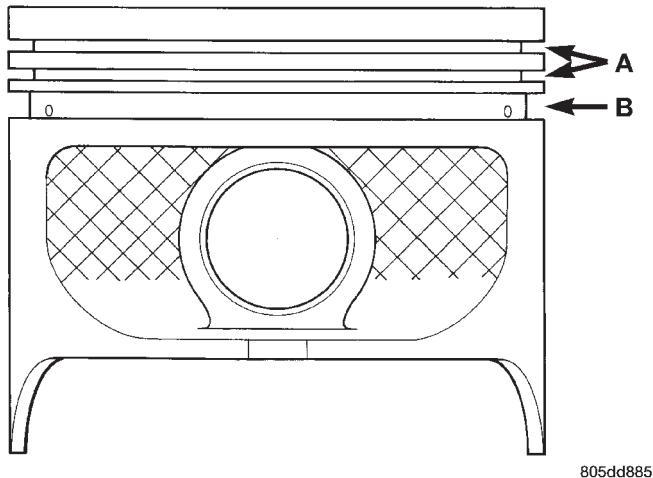
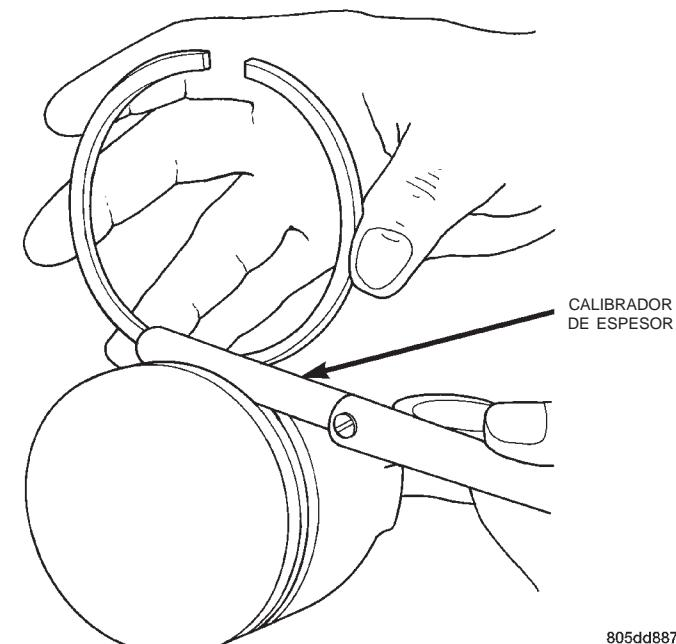

Fig. 5 Dimensiones de pistón
Fig. 6 Medición de luz lateral de aros
(1) Elimine con cuidado el carbón de las acanaladuras de los aros. Las aberturas de drenaje de aceite situada en la acanaladura del anillo de aceite y el cubo del pasador deben estar limpias. NO elimine metal de las acanaladuras o rebordes, ya que esto podría modificar la luz entre aro y acanaladura y averiar el asiento entre aro y reborde.
(2) Asegúrese de que las acanaladuras de los aros del pistón no tengan mellas ni rebabas.
(3) Mida la luz lateral del aro con un calibrador de espesor que ajuste sin holgura entre el reborde del aro y el aro (Fig. 5) (Fig. 6). Haga girar el aro en la acanaladura. El aro tiene que girar libremente en la circunferencia de la acanaladura.